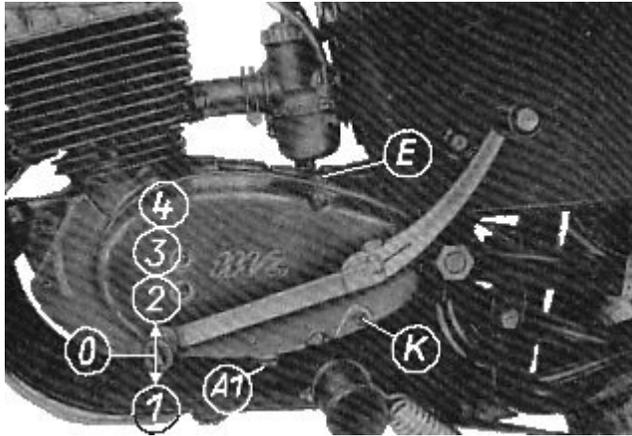

Bild 9. Fußschalthebel der TS 125 und TS 150
Erstmalig nach etwa 500 Fahrkilometern und dann nach jeweils 20000 Fahrkilometern ist das Getriebeschmiermittel zu erneuern. Dazu muß der Motor richtig warm gefahren sein, damit auch Abrieb und Ölschlamm mit ablaufen. Abgelassen wird bei der TS 250/1 nach dem Entfernen der Schraube rechts außen am Getriebegehäuse (1). Diese hat einen Magnetstopfen, um metallischen Abrieb festhalten zu können. Die mittlere Schraube (2) dient zur Schaltarretierung und darf nicht herausgeschraubt werden. Bild 9 zeigt die Ablaßschraube bei der TS 125 und TS 150.